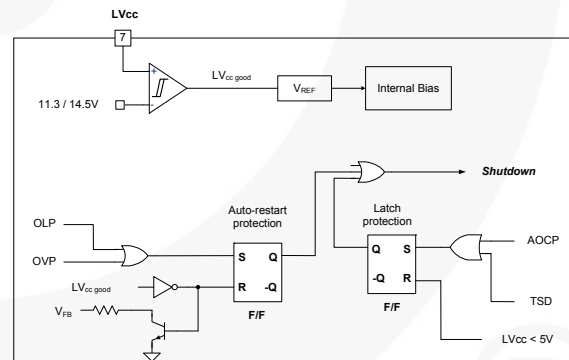

图 20. 保护框图
**3. 保护电路:** FSFA2100 具有过载保护 (OLP)、异常过流保护 (AOC)、过压保护 (OVP) 和热关断 (TSD) 自我保护功能。OLP 和 OVP 为自动重启模式保护; 而 AOC 和 TSD 为门锁模式保护, 如图 20 所示。